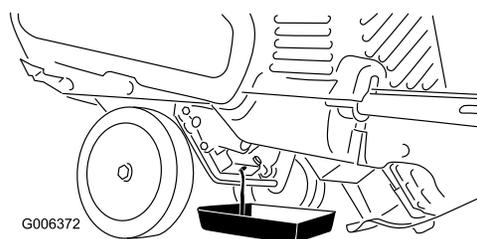

Рисунок 21
3. Поместите сливной поддон для масла под сливную пробку, выверните пробку, наклоните машину назад и слейте использованное масло в поддон (Рисунок 21).